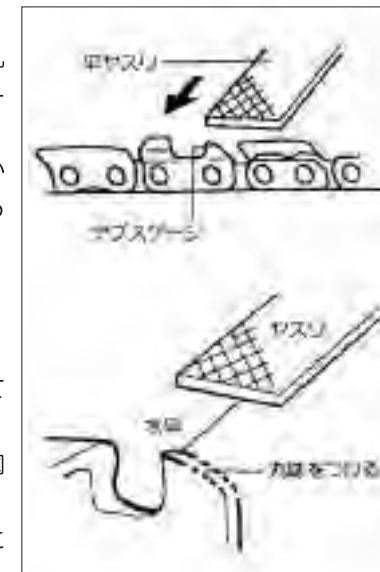

図22
- デプスゲージの描くに丸みを付けてください。(図22参照)